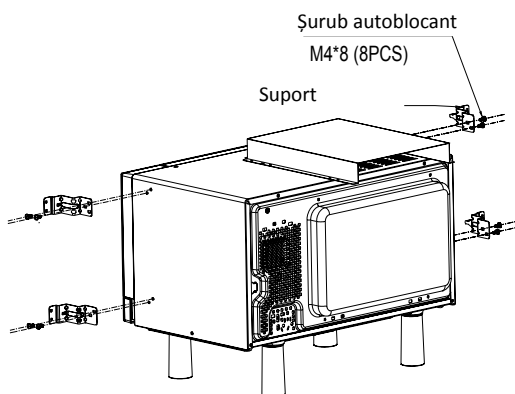

Fig 3
c) Instalarea suportului trebuie efectuată așa cum este indicat în Fig. 3.